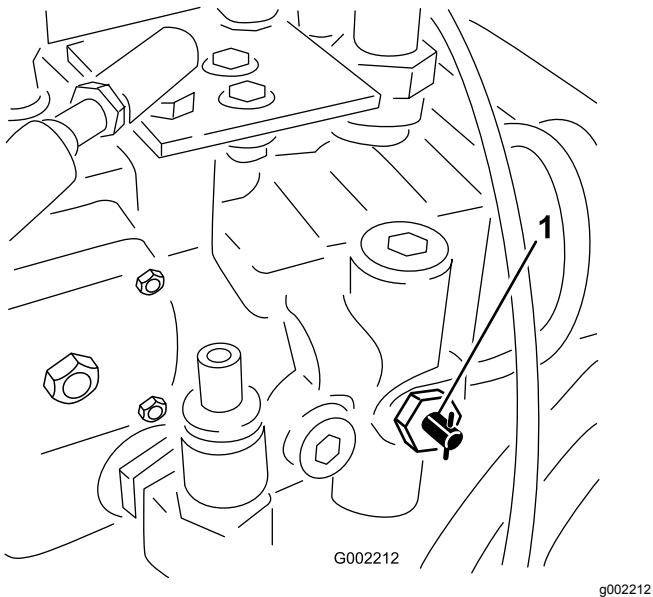

Figura 52
1. Gire la válvula de remolcado (Figura 52) 90° en cualquier sentido para abrirla.